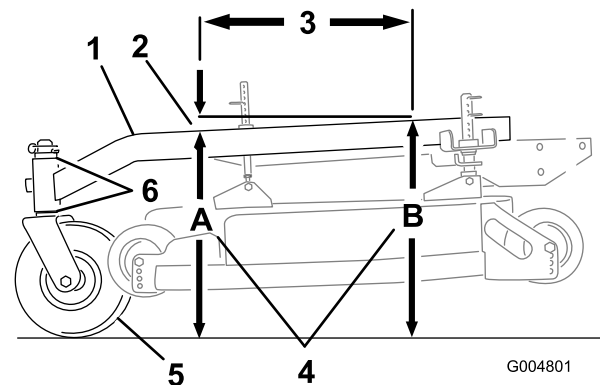

Bild 58
Über die Länge von 61 cm muss der Trägerrahmen eine Neigung von 3 bis 9 mm aufweisen (Bild 58).
1. Messen Sie eine Länge von 61 cm auf dem Trägerrahmen (Bild 58).
2. Messen Sie die Höhe des Trägerrahmens an Stelle **A** (Bild 58).
3. Messen Sie die Höhe des Trägerrahmens an Stelle **B** (Bild 58).
4. Die Höhe an Stelle **A** muss 3–10 mm niedriger sein als an Stelle **B** (Bild 58).
5. Bewegen Sie bei einer falschen Einstellung des Trägerrahmens die Distanzstücke an den Laufrädern, bis eine Neigung von 3 bis 10 mm besteht (Bild 58).